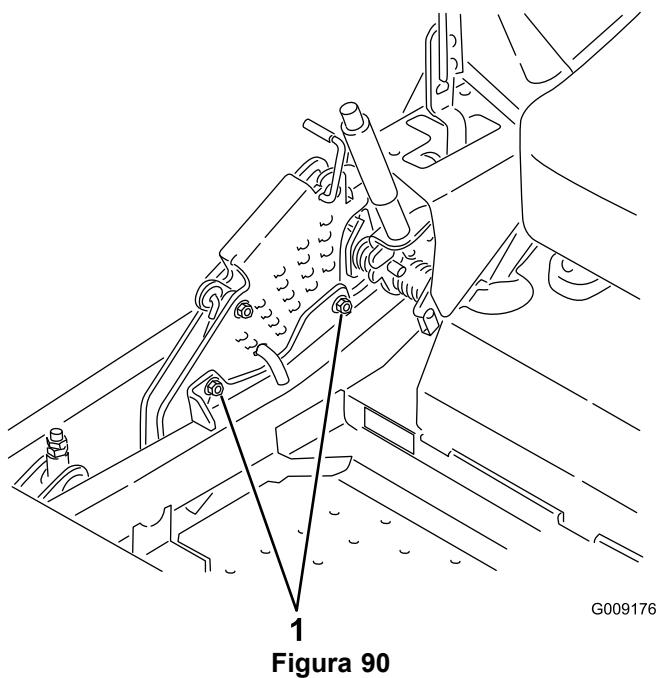

Figura 90
12. Para ajustar el sistema de ajuste de un solo punto, afloje los dos pernos situados cerca del borde inferior de la pletina de altura de corte. Consulte Figura 90.
14. Apriete los dos pernos situados cerca del borde inferior de la pletina de altura de corte (Figura 90). Apriete a 37–45 Nm (27–33 pies-libra).